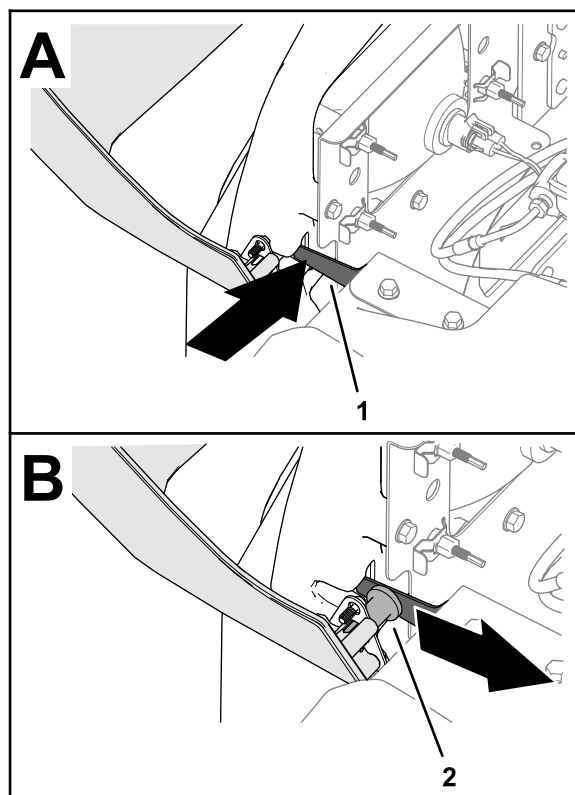

Figura 41
3. Sujetando el capó, empuje la palanca de bloqueo hacia dentro y mueva el capó hacia atrás hasta que el pasador salga libre (Figura 41).